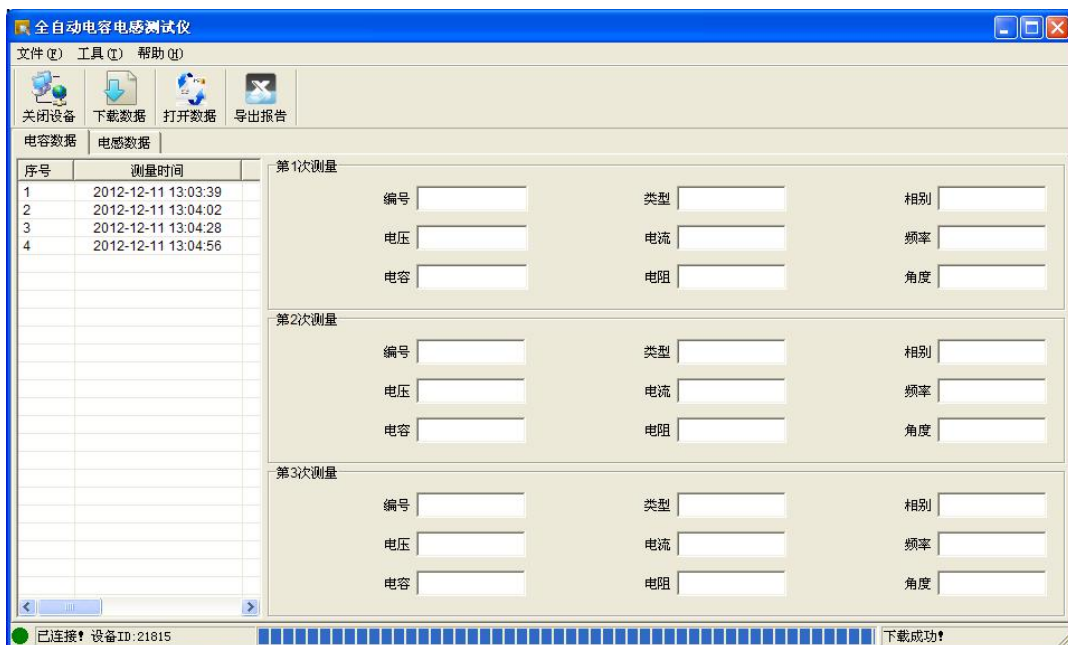

图 4.8 下载数据
点击“确定”按钮，列表显示所下载的电感和电容数据，如图 4.8 所示。
5. 导出报告：在图 4.8 中，选择一行电容数据或电感数据点击“导出报告”生成测试报告文档。电容数据文件名以 CDATE 开头，如图 4.12 所示。